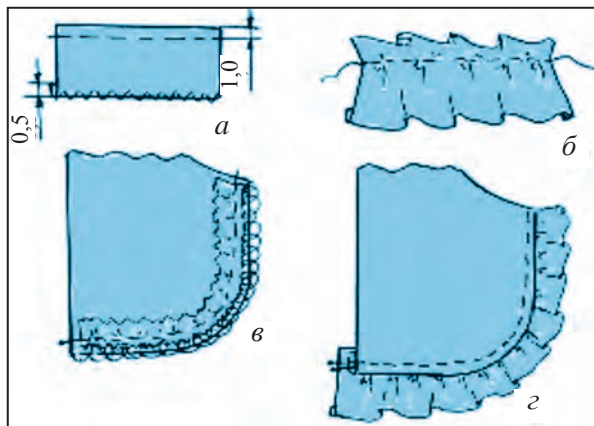

Рис. 45. Шитьё части подола фартука цельной выкройкой.
2. Если деталь украшения состоит из складки, то одна его сторона отделяется наметочной стёжкой на машинке (рис. 45, а).
длиной части подола фартука, собирается в складки (рис. 45, б).
5. В промежутке 0,1 см от швов стёжки на машинке прострачивается строчный ряд и стёганные нити снимаются, намётывается доля шва (рис. 45, в).
6. Складка выворачивается на лицевую сторону, выпрямляется и над ней сшивается строчный ряд украшения (рис. 45, г). Её швы обрабатываются влажно-тёплым способом.
1. Овальной частью кармана выполняется как обработка подола фартука (рис. 45).